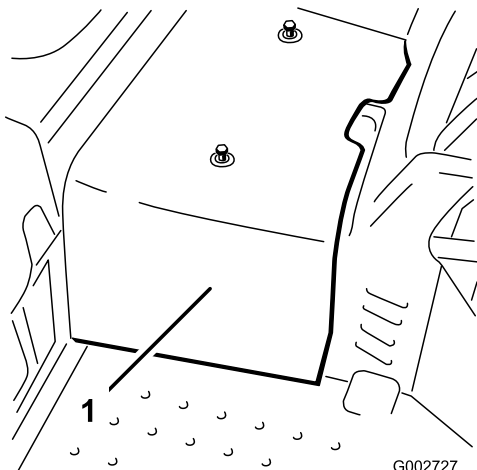

Рисунок 36
2. Ослабьте 2 винта, которые крепят центральный кожух к машине, и снимите кожух (Рисунок 36).